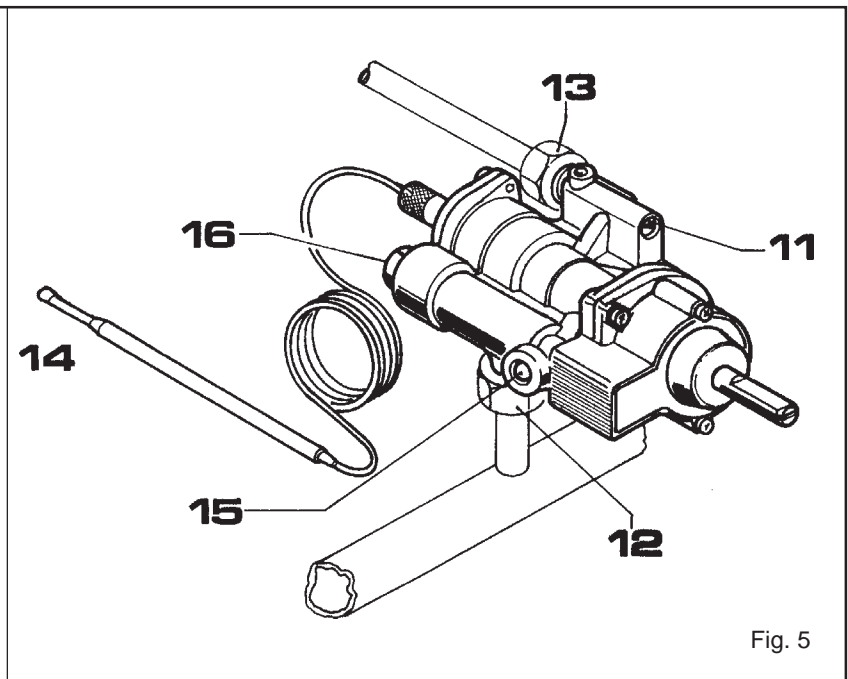
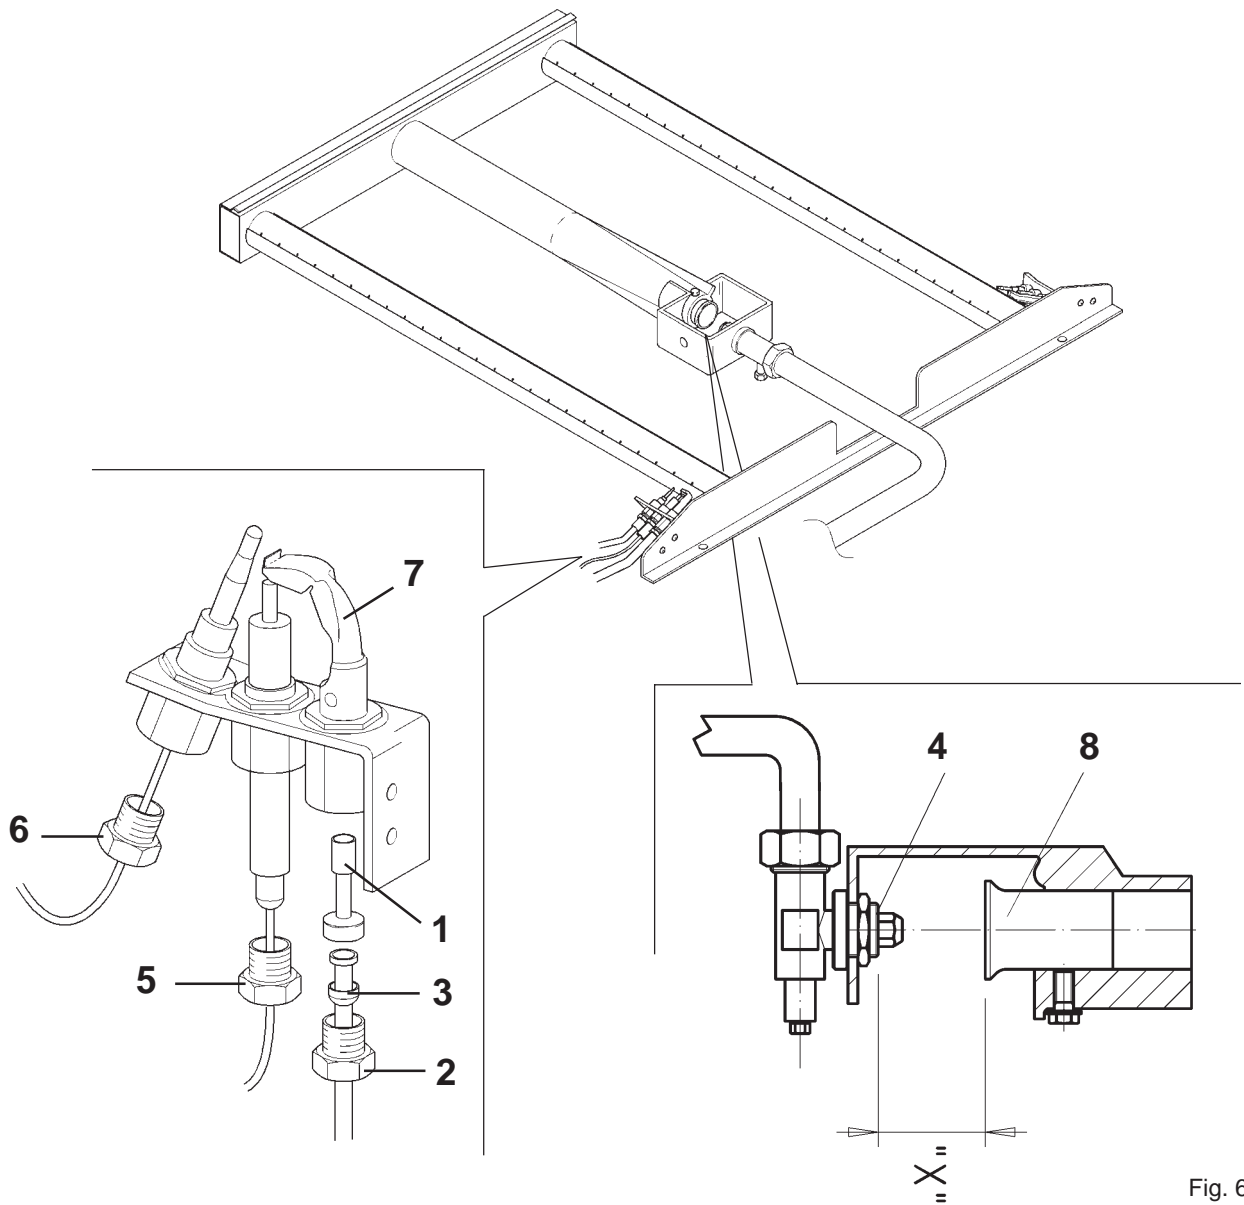

Fig. 5
Fig. 6
D) Termopar del horno (Fig. 6 pos. 6 y Fig. 5 pos. 16)
E) Bujía quemador piloto horno (Fig. 6 pos. 5)